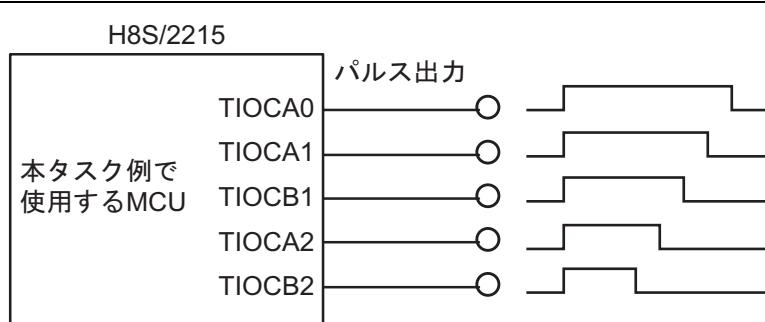

図 1 PWM パルス波形の出力例
- 図 1 に示すように、パルスの High 幅を変化させ、デューティが変化した PWM 波形を出力します。